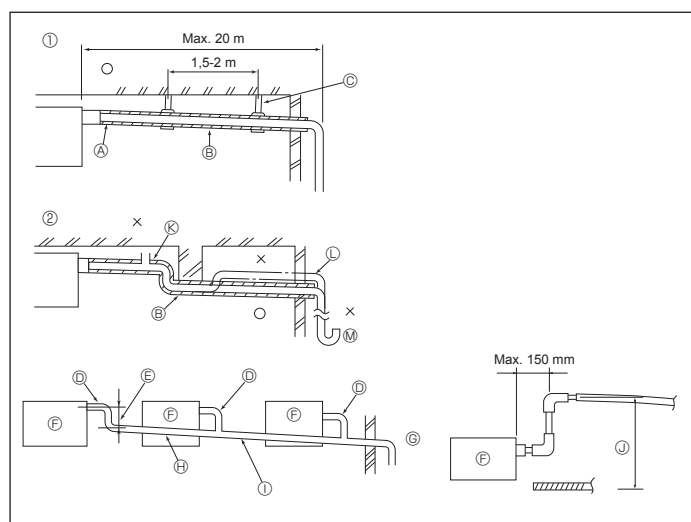

Fig. 6-1
6.1. Mise en place du tuyau d'écoulement (Fig. 6-1)
- ① Tuyauterie correcte © Support métallique
② Tuyauterie incorrecte Ⓚ Purgeur d'air